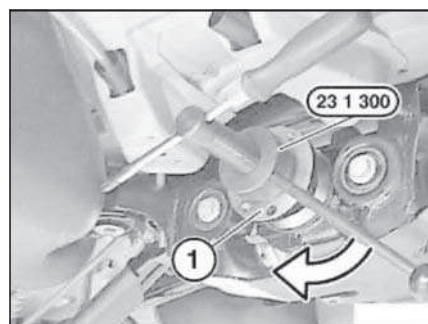

Рис. 17.10. Фланец
- Смазать рабочие кромки сальника и уплотняемую поверхность фланца маслом для редуктора. Надеть фланец (1, рис. 17.10) ведущей шестерни и напрессовать его, используя приспособление «23.1.300». Прекратить напрессовку, когда гайку можно будет повернуть на несколько ниток